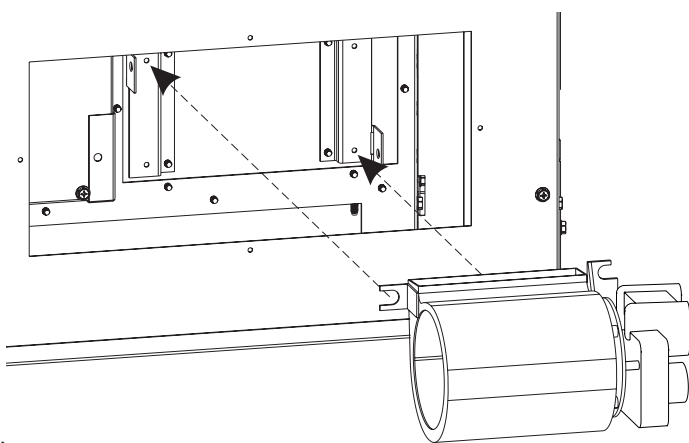

Figure 13
5. Placer la soufflerie sur ses supports. Voir Figure 13.